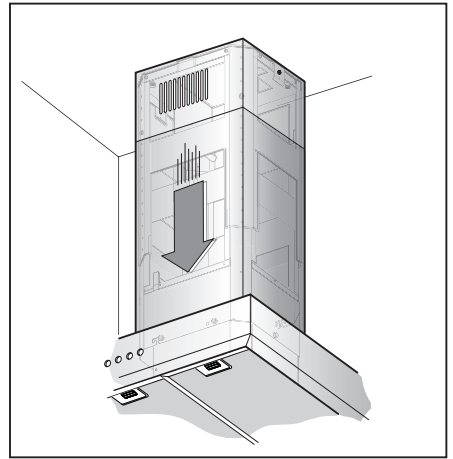

Fig.13
-Togliere il nastro adesivo **L** ed appoggiare il camino decorativo inferiore sopra il corpo cappa (Fig.13).